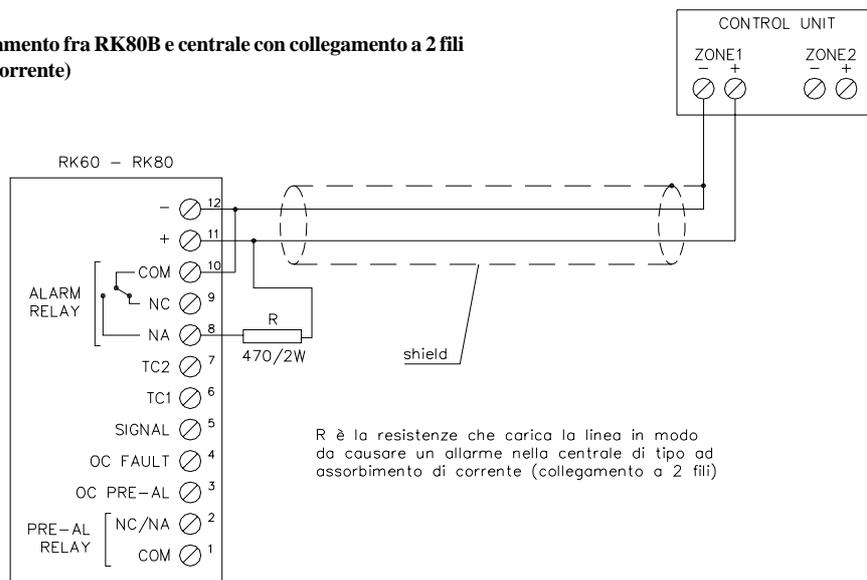

fig.13
**11.1-** Il rivelatore RK80B può essere collegato anche a centrali con collegamento su linea BUS e a 2 fili. In fig. 12-13 sono indicati gli schemi da realizzare. In caso di allarme (fig.13), il relè del rivelatore RK80B carica la linea con la resistenza R in modo da aumentare la corrente di linea.